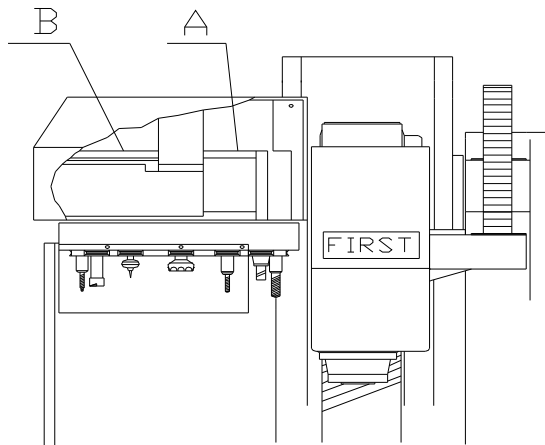

FIG. 6.4.3 GREASING TO CROSS ROLLER GUIDE
THE CROSS ROLLER GUIDE (A) AS SHOWN IN FIG 6.4.3 IS USED FOR ATC CROSSWISE MOVEMENT. TO GREASE, REMOVE ATC MAGAZINE COVER (B) . BE SURE TO GREASE THE CROSS ROLLER GUIDE ONCE EVERY 6 MONTHS